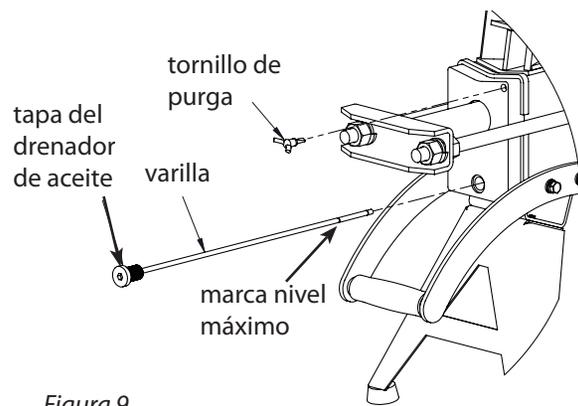

Figura 9
2. Quite la tapa del drenador de aceite y la varilla. Asegúrese de que el tornillo de purga está bien cerrado. **(VER FIGURA 9)**